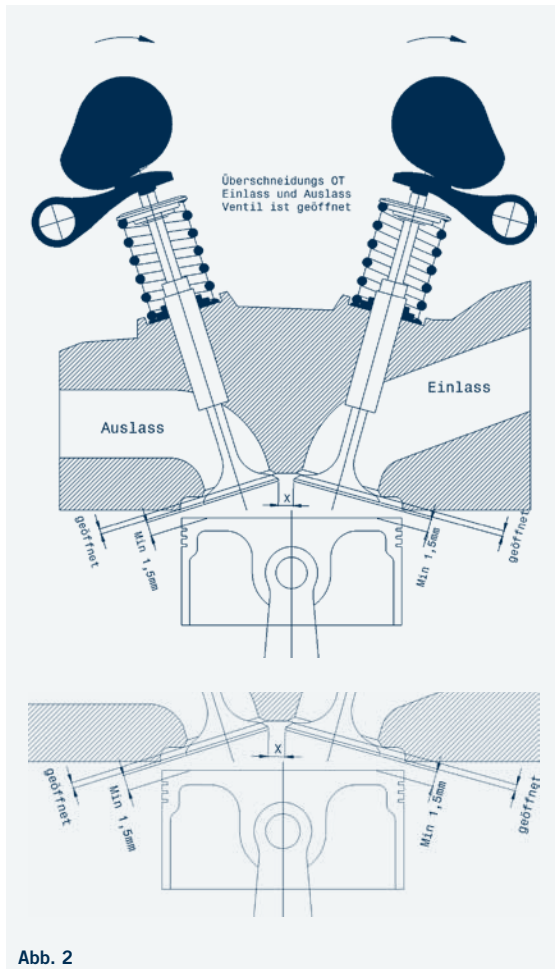

Abb. 2
- Es muss der sich ergebende Überschneidungshub (siehe Bild 2) am Einlass- und Auslassventil gemessen werden. Dieser soll mit den Angaben aus unserem Katalog übereinstimmen.
Die Fallhöhe muss min. 1.5 mm größer sein als der gemessene Überschneidungshub (siehe Bild 2) der Nockenwellen. Es muss sichergestellt werden, dass sich bei maximalem Überschneidungshub die Einlass- und Auslassventilteller nicht berühren können (min. 1.5mm Abstand). Der obere Ventilderteller muss bei max. Ventilhub min 1.5 mm Abstand zum Abstreifkäppchen haben.